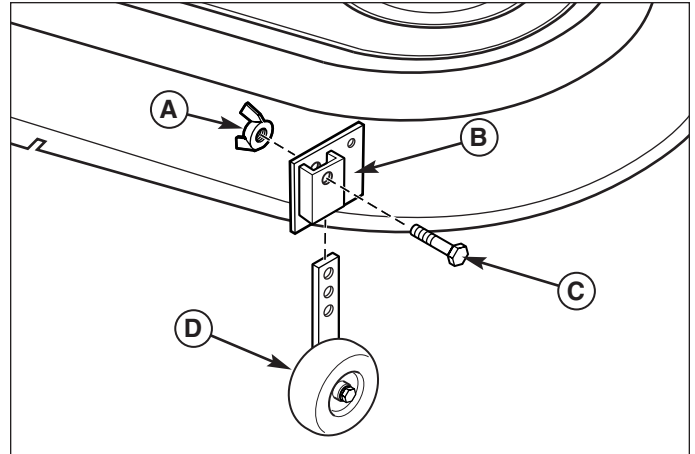

Figure 47. Réglage de la roue d'ajustement à glissement
1. Enlever l'écrou à oreilles nylock (A, Figure 47) de la vis (C). Sortir la vis (C) en la glissant du support de roues d'ajustement (B). Changer la position de l'ensemble support de roues d'ajustement à la hauteur désirée.
2. Insérer la vis (C) dans le support de roues d'ajustement (B) et l'ensemble roues d'ajustement (D). Serrer l'écrou à oreilles nylock (A). Répéter les étapes 1 & 2 pour toutes les roues d'ajustement.